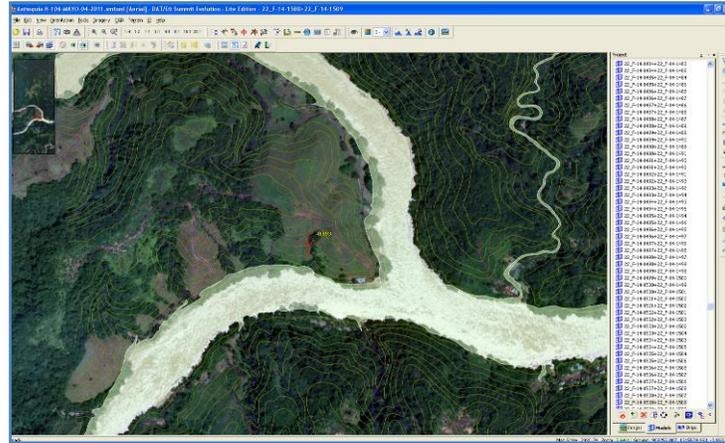

Figura 42. Visualización layers superpuestos con pares estereoscópicos
4. Seleccione en la ventana Layer Manager sobre el listado de capas Main View (Layersexistentes en el Dataframe Activo de ArcMap) y en la ventana SelectMainLayers seleccione los layers que quiere visualizar en DAT/EM Summit Evolution y declick en Checked; luego declick en la ventana Layer Manager sobre el listado de capas TerrainVisualitation y en la ventana SelectTerrainLayers seleccione los Layer que va a visualizar en DAT/EM Summit Evolution y de click en Checked y en Close para visualizar los Layers superpuestos con los pares estereoscópicos.(Ver Figura 42).